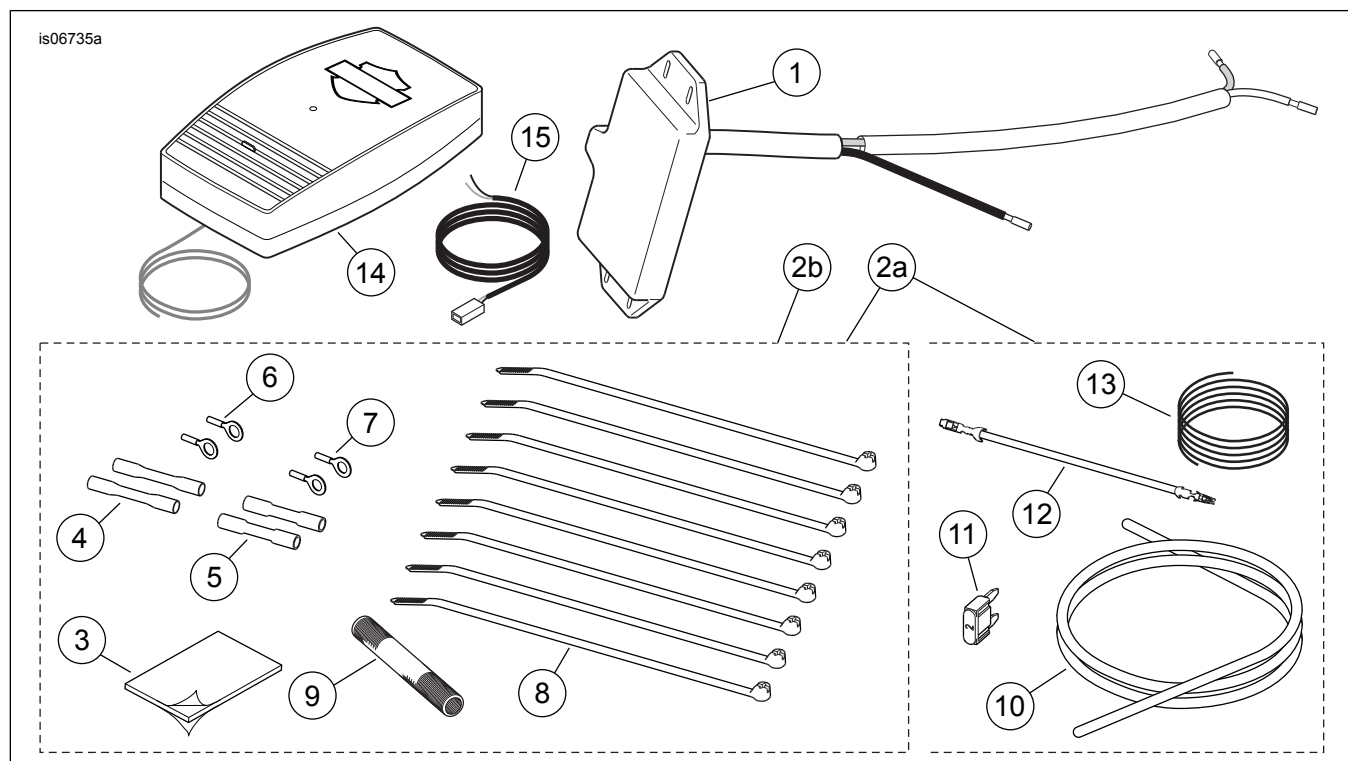

Figura 34. Kituri piese de service, mecanismul de deschidere de la distanță a ușii garajului
3. Consultați Figura 22 . Configurația îmbinării "doi în unul". Scoateți din kit un conector **roșu** sigilat (a se vedea Figura 34 , punctul 4). Îmbinați cablajul de alimentare a mecanismului de deschidere a ușii de garaj la firele portocaliu/alb ale cablajului principal, conform anexei manualului de service.
4. Consultați Figura 22 . Configurația îmbinării "unul într-unul". Scoateți din kit un conector **albastru** sigilat (a se vedea Figura 34 , punctul 5). Îmbinați firul alb al transmițătorului cu firele albe ale farului.
3. Glisați circuitul de fir textil (9) din kit peste firele albe ale transmițătorului.
2. Consultați Figura 34. Glisați circuitul de fir textil (9) din kit peste firul alb al transmițătorului.
3. Consultați Figura 22 . Configurația îmbinării "unul într-unul". Scoateți din kit un conector albastru sigilat (a se vedea Figura 34 , punctul 5). Îmbinați firul alb al transmițătorului cu firele albastru/alb ale farului.
2. Consultați Figura 34. Glisați circuitul de fir textil (9) din kit peste firele albe ale transmițătorului.
3. Consultați Figura 22 . Configurația îmbinării "unul într-unul". Scoateți din kit un conector **albastru** sigilat (a se vedea Figura 34 , punctul 5). Îmbinați firul alb al transmițătorului cu firele albe ale farului.